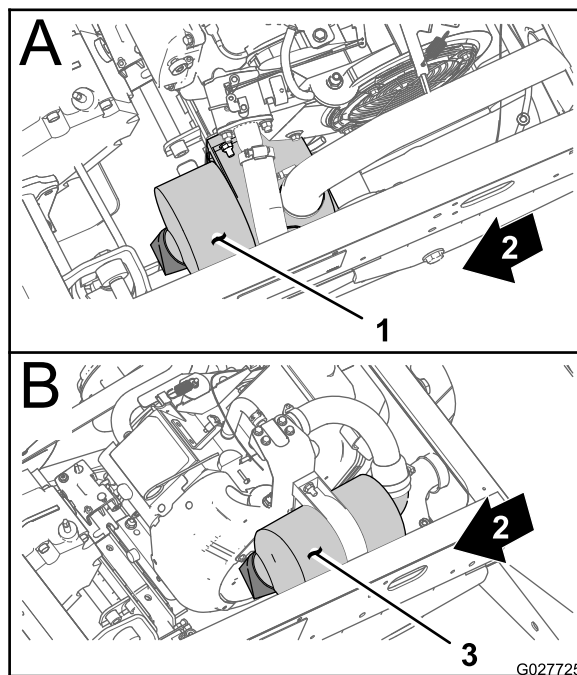
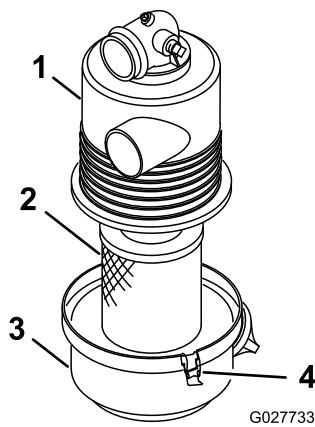

Bild 35
Bild 36
2. Prüfen Sie den Körper des Luftfilters auf Schäden, die eventuell zu einem Luftleck führen könnten. Stellen Sie sicher, dass die Abdeckung das gesamte Luftfiltergehäuse einwandfrei abdichtet (Bild 35 und Bild 36).
- Lösen Sie die Riegel, mit denen die Abdeckung des Luftfilters am Luftfiltergehäuse befestigt ist (Bild 36).
- Nehmen Sie die Luftfilterabdeckung vom Luftfiltergehäuse ab und reinigen Sie die Innenseite der Abdeckung (Bild 36).
- Setzen Sie den Luftfiltereinsatz in das Luftfiltergehäuse ein (Bild 36).
- Fluchten Sie die Luftfilterabdeckung mit dem Luftfiltergehäuse aus (Bild 36).
- Befestigen Sie die Abdeckung mit den Laschen am Gehäuse (Bild 36).